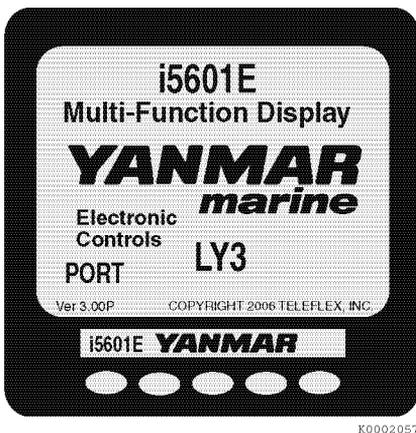

Figura 2
4. Encienda el interruptor de la batería y la pantalla de encendido/versión (**Figura 2**) aparecerá. La pantalla cambiará al modo de visualización de los datos de motor.